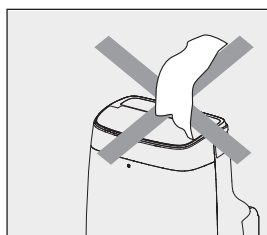

Fig. 7
- Ne posez jamais d'objet de quelque nature que ce soit sur l'appareil (Fig. 7) ;